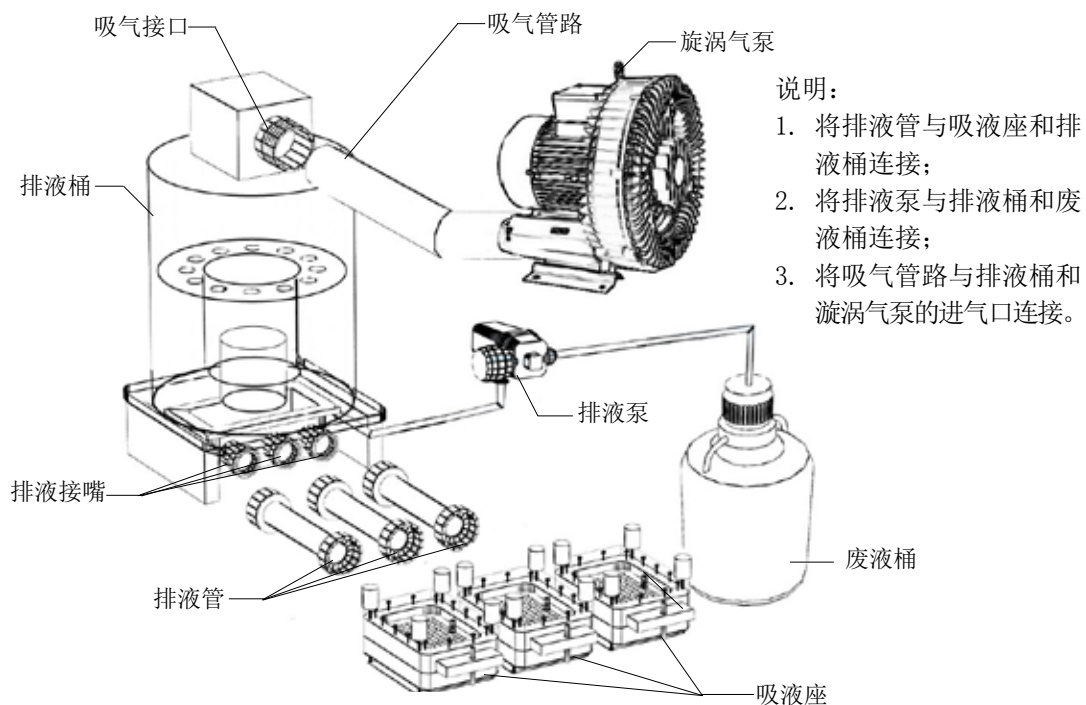

图 2. 吸液系统连接图
4. 按图 2 及图 3 连接各管路, 蠕动泵连接后不得有死褶;